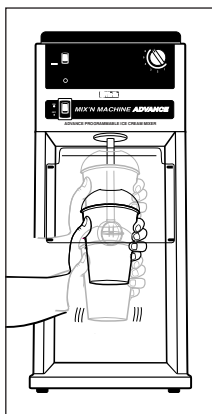

Figura 4
6. Cu o mișcare de turbionare, deplasați treptat recipientul pe verticală în jurul paletelor de amestecare rotitoare și în mod complet în jurul tuturor părților recipientului. (Dacă înghețata este dură, acest lucru trebuie să se facă cu viteză mică.) Creați-vă propria tehnică pentru consistența dorită a produsului finit. Paleta de amestecare va sfărâma și sparge ingredientele solide. Totuși, nu este concepută pentru a pulveriza complet ingredientele deoarece trebuie să fie prezente bucăți mari în produsul final. Consultați Figura 4.